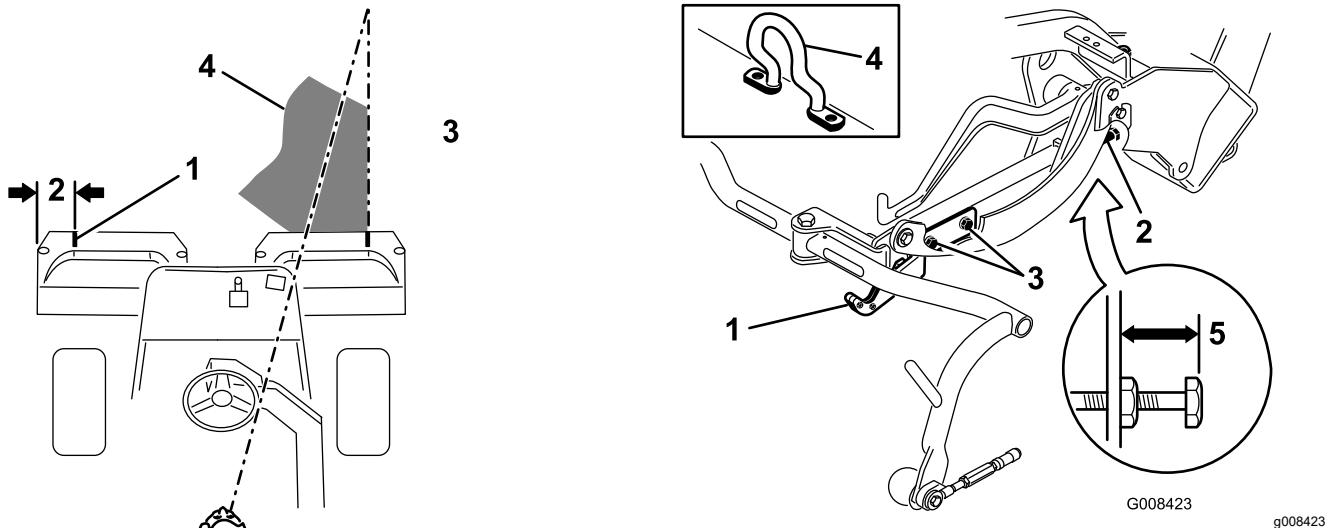
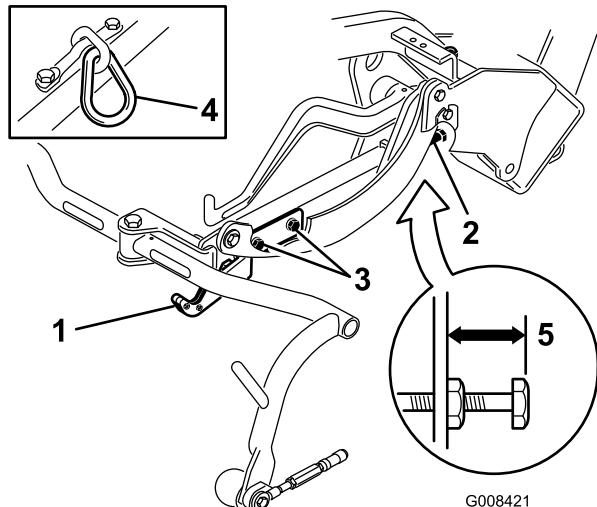
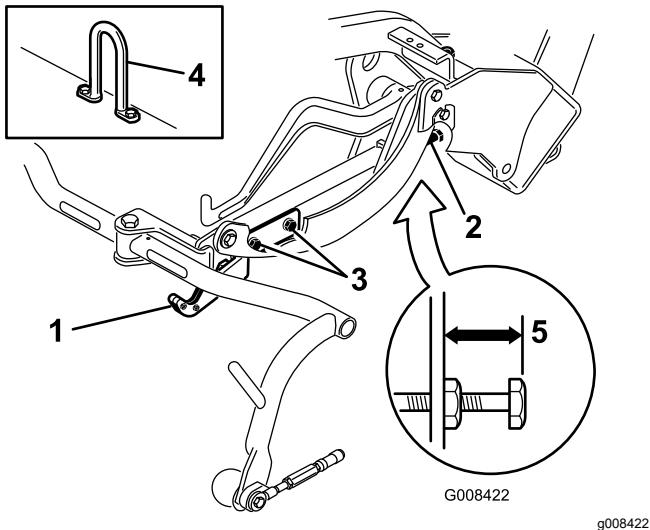

Figure 10
Figure 11
Figure 12
3. Sur les unités de coupe équipées d'un maillon de chaîne ou d'un crochet de levage droit (Figure 11 et Figure 12, détails), vérifiez qu'un espace de 22 mm existe entre le haut de la vis de réglage du bâti porteur et l'arrière du bâti porteur. Si l'espace n'est pas correct (22 mm), passez à l'opération 4. Si l'unité de coupe est équipée d'un crochet de levage décentré (Figure 10), passez à l'opération suivante.
Vérifiez la hauteur de transport (Figure 11 et Figure 12) et ajustez-la au besoin.
2. Sur les unités de coupe équipées d'un crochet de levage décentré (Figure 10, détail), vérifiez qu'un espace de 25 mm existe entre le haut de la vis de réglage du bâti porteur et l'arrière du bâti porteur. Si l'espace n'est pas correct, passez à l'opération 4.
4. Desserrez les vis de fixation de la plaque de transport (Figure 11, Figure 12 et Figure 10).
7. Si les bâtis porteurs ne sont pas tous à la même hauteur, desserrez l'écrou de blocage de la vis de réglage sur chaque bâti (Figure 10, Figure 11 et Figure 12). Tournez la vis vers l'extérieur pour éléver le bâti ou vers l'intérieur pour l'abaisser. Serrez l'écrou de blocage une fois que vous avez obtenu la hauteur correcte.